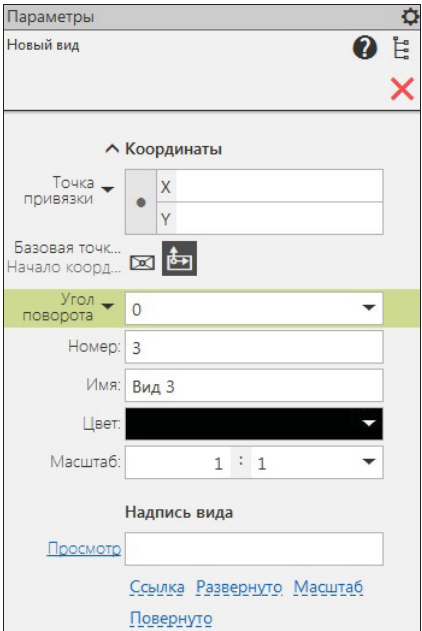

Рис. 14.5. Панель Параметры: Новый вид
- ◆ **из Строки Главного меню** вызовите команду **Вставка ► Новый вид** — форма курсора изменится на изображение координатных осей. На панели **Параметры: Новый вид** (рис. 14.5) появились элементы управления, приведенные в табл. 14.1.